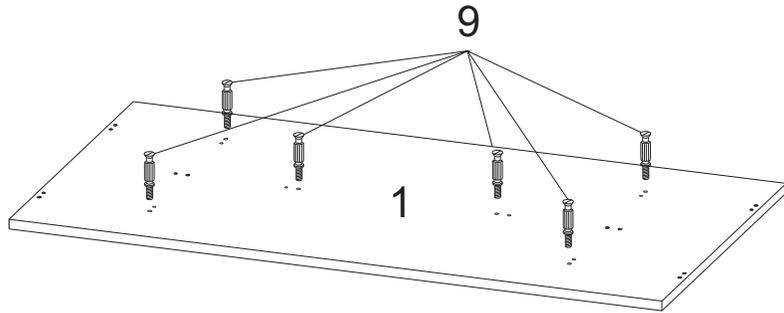
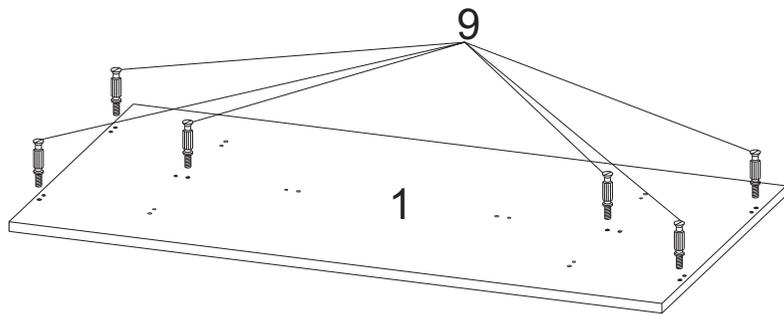

Рис.2.1
Рис.2.2
7. Установка опор 2 и 3 рассчитана на 2 варианта: со смещением от края столешницы (рис.2.1) и без смещения (рис.2.2). В первом варианте дюбели 9 вкручиваются в пластиковые муфты, расположенные ближе к центру детали 1, а во втором варианте ближе к краю детали 1.